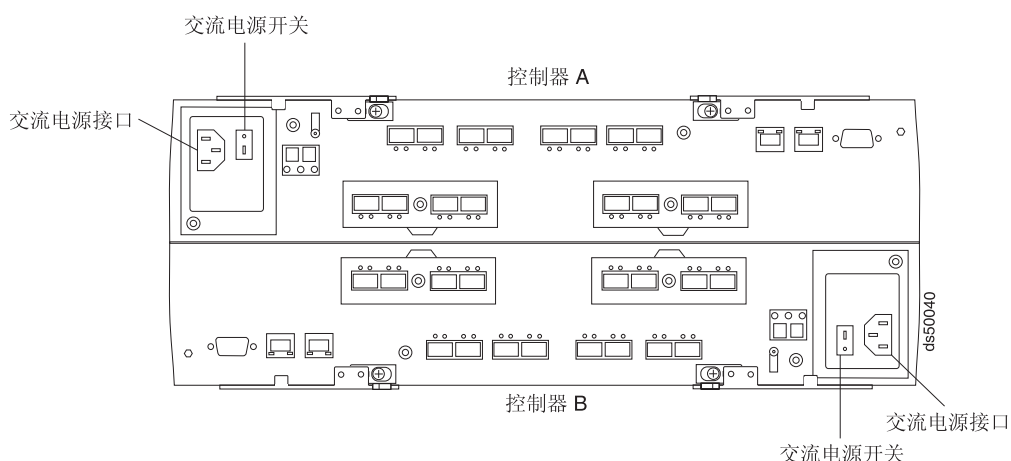

图 104. 控制器上的交流电源开关
5. 打开存储子系统中每个控制器背面的交流电源开关。图 104 显示了控制器上交流电源开关的位置。